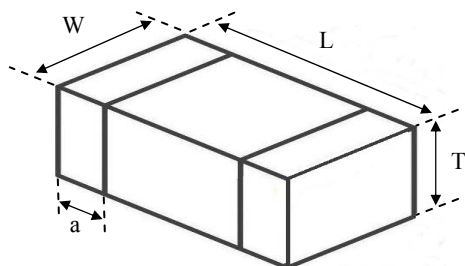

图 1 Fig.1
- 外形尺寸：见图 1 和表 1
- Shape & Dimensions: See Fig.1 and Table 1.